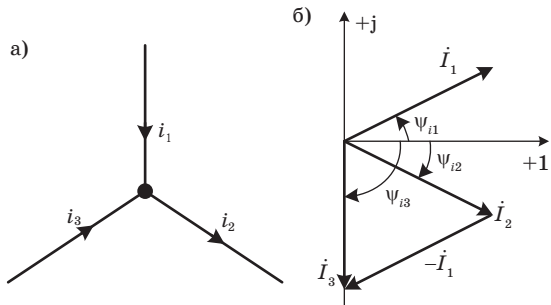

Рис. 2.3
**Пример 2.2.** Определить мгновенное, амплитудное и действующее значение тока  $i_3$  (рис. 2.3,а), если заданы  $I_{m1} = I_{m2} = 5\sqrt{2}$  А,  $\psi_{i1} = 30^\circ$ ,  $\psi_{i2} = -30^\circ$ . Построить векторную диаграмму токов.
На рис.2.3, б строим векторную диаграмму токов, задавшись масштабом  $M_i$  [А/мм].